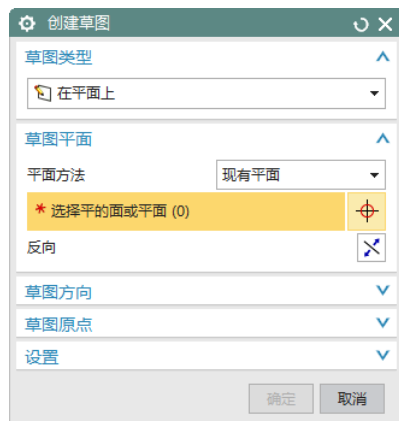

图 6-22 “创建草图”对话框
(2) 在“突出块”对话框中的“类型”下拉列表框中选择“基座”，单击“截面”列表框中的图标，打开如图 6-22 所示的“创建草图”对话框。